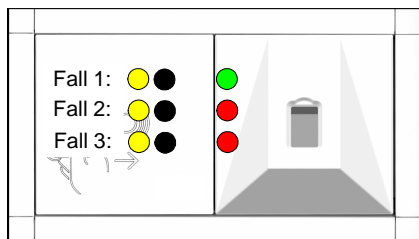

Abbildung 5
- zweimaliges Aufblinker der LED 3.1 (Abbildung 5 -Fall 1)
- zweimaliges Aufblinker der LED 3.2 (Abbildung 5 -Fall 2)
- langes Aufblinker der LED 3.2 (Abbildung 5 -Fall 3)